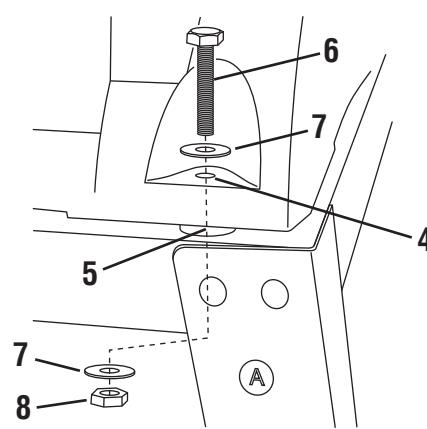

FIG. 31
1. Place the table saw onto the assembled leg stand so that the four (4) mounting holes **4** in the base of the saw are over the four (4) mounting holes in the front and rear top plates **5** (Fig. 31).
2. Secure the table saw to the leg stand using four (4) bolts **6**, washers **7**, and lock nuts **8**.
- Placez la scie de table sur le support assemblé de façon que les quatre (4) trous de montage 4 de la base de la scie soient situés au-dessus des quatre (4) fentes de montage des deux plaques supérieures longues 5 (Fig. 31).
- Assujettez la scie de table sur le support à quatre pieds en utilisant quatre (4) boulons 6, rondelles 7 et contre-écrous 8.
- Coloque la sierra de mesa sobre la base de soporte con patas ensamblada, de manera que los cuatro (4) agujeros de montaje 4 ubicados en la base de la sierra estén sobre las cuatro (4) ranuras de montaje ubicadas en las dos placas superiores largas 5 (Fig. 31).
- Sujete firmemente la sierra de mesa a la base de soporte con patas utilizando cuatro (4) pernos 6, arandelas 7 y tuercas de fijación 8.